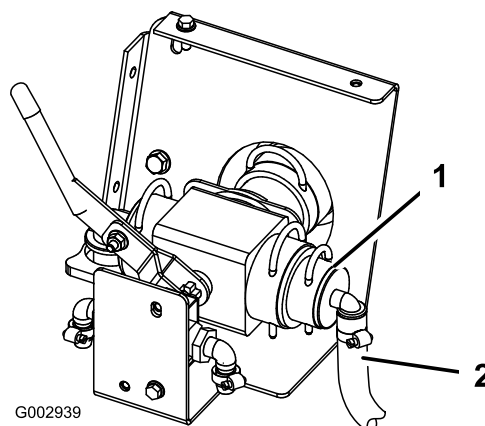

Figure 21
21. Branchez l'ensemble flexible de 3/4 pouce à l'ensemble distributeur en face de l'avant du véhicule (Figure 21).